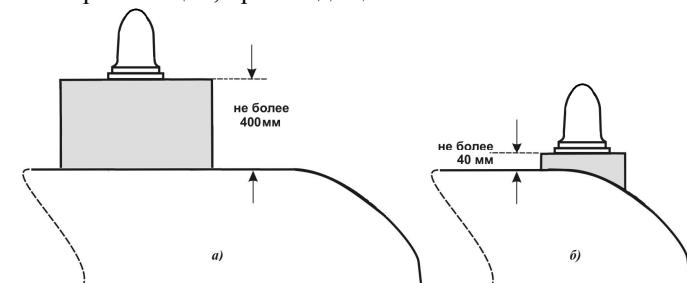

Рисунок 2.
- при необходимости установки антнны на металлической подставке допускается установка антнны, с минимальными размерами основания 600мм x 600мм и высотой относительно горизонтальной поверхности крыши не более 400мм (рисунок 2а), а также установка антнны на металлической подставке, проверенной по периметру со всех сторон, с минимальными размерами основания 200мм x 200мм и высотой не более 40мм относительно горизонтальной поверхности крыши (рисунок 2б). Если проверка подставки производится только с двух или трёх сторон, то минимальные размеры площадки необходимо увеличить до 300мм x 400мм, а разъёмное соединение необходимо загерметизировать. Подставка изготавливается из листового металла толщиной 5 - 8 мм силами организации, производящей монтаж антнны на локомотив.